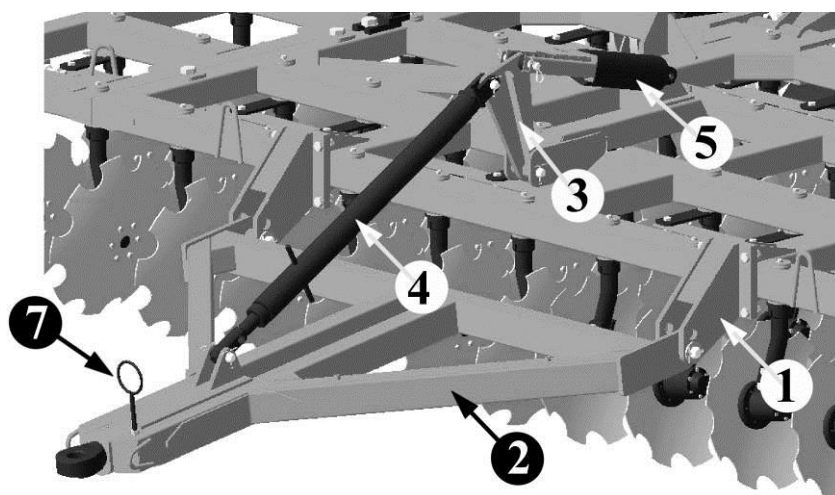

Рис. 4.3.1
4.3.1. Совместив установочные пластины, установите кронштейны 1 на раму (рис.4.3.1, 4.3.1-01), зафиксировав их болтами M20x60мм, гайками и шайбами пружинными (по 5 шт. на каждый кронштейн).
4.3.3. Соедините сцепку 2 с кронштейнами 1 (рис.4.3.1, 4.3.1-01), установив пальцы $\varnothing 40 \times 158$ мм (2 шт.), шайбы (2 шт.) и шплинты $\varnothing 6,3 \times 60$ (2 шт.)